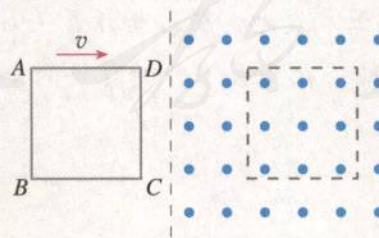

图 4.5-6 单匝线圈在外力作用下匀速进入匀强磁场
4. 如图 4.5-6, 单匝线圈  $ABCD$  在外力作用下以速度  $v$  向右匀速进入匀强磁场, 第二次又以速度  $2v$  匀速进入同一匀强磁场。求: